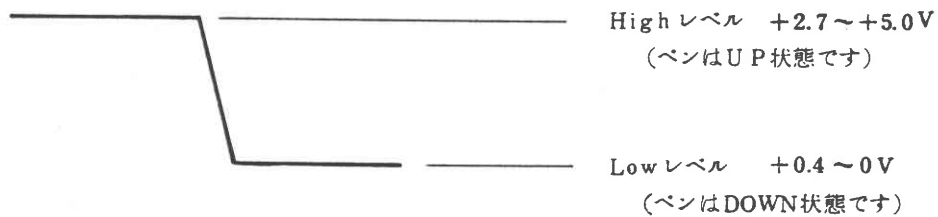

図 7. リモートペンコントロール信号
⑥-1 ペン上下のリモートコントロール
リアコネクタ (外部入力コネクタ) の⑪⑭ピン間にリモートコントロール信号を接続することによりペンの上下を制御することができます。このコントロールを行う場合はパネル面の「PEN」スイッチは「UP」にしておいてください。信号はコモン側を⑭ピンに、信号側を⑪ピンに接続してください。この信号は接点 (スイッチまたはリレー) または半導体スイッチ (トランジスタまたはTTL IC) でコントロールしますが波形は図7を参照してください。制御電流はLowレベルが0Vのとき約1mAです。